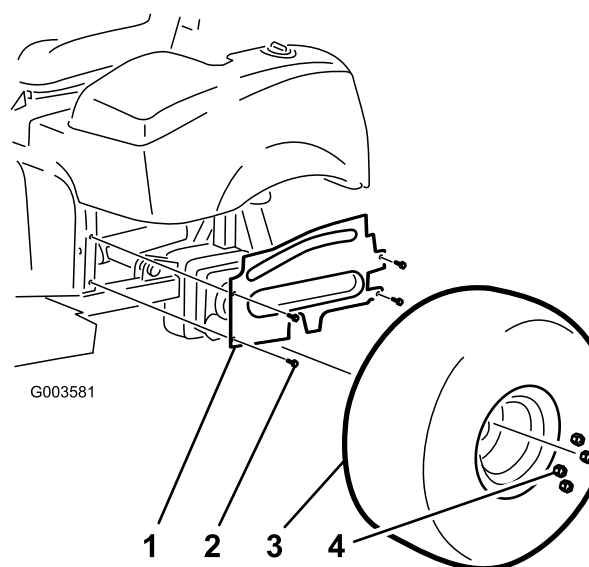

Figure 3
4. Retirez les 4 boulons à embase qui fixent le carénage de la roue gauche au cadre (Figure 3). Déposez le carénage et mettez-le de côté.